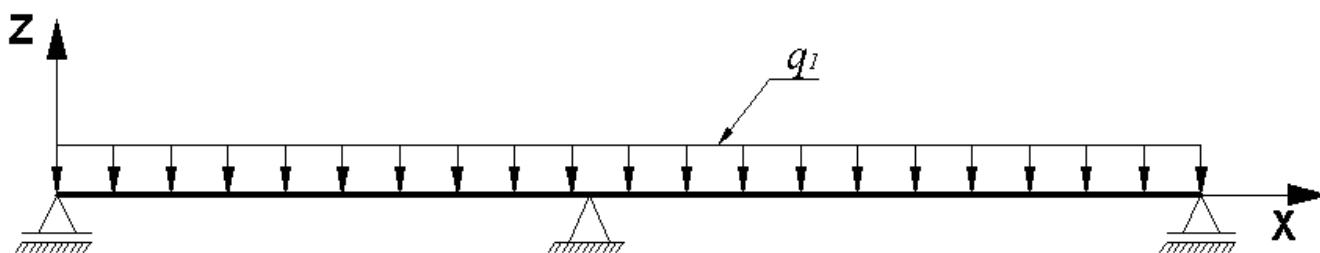

Рис. 7.3. Схема завантаження 1 балки
- завантаження 1 – власна вага (рис. 7.3);